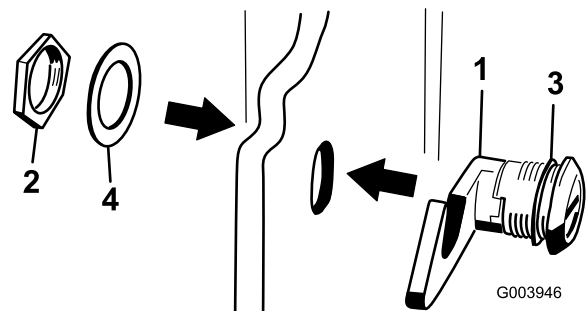

Figura 19
3. Retire la tuerca del conjunto de cierre del capó (Figura 19).